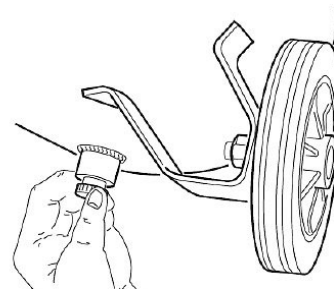

Abb. 13: Entwässerung
Schritt 4: Lassen Sie das Kondenswasser ab, indem Sie das Ventil öffnen, welches sich unter dem Behälter befindet ( Abb. 13). Schließen Sie das Ventil wieder, sobald nur noch reine Luft, ohne Kondenswasser austritt. Für diese Arbeit sind Schutzhandschuhe zu tragen. Zum Auffangen des Kondenswassers empfiehlt es sich, ein flaches Gefäß zu verwenden.